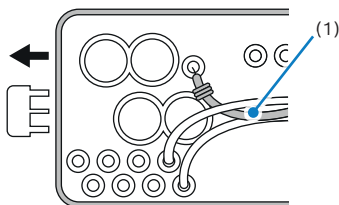

Figure 2
9. Installer le câble noir/blanc dans la prise XE1 du faisceau (figure 2)